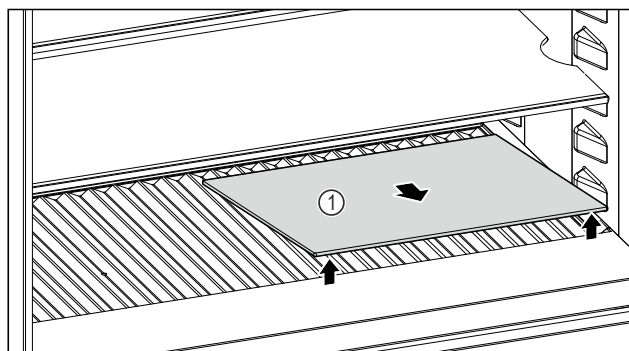

Fig. 254
- Skleněnou desku Fig. 254 (1) zvedněte za vybrání vpředu a vyjměte ji.
- Skleněnou desku Fig. 254 (1) uložte bezpečně mimo spotřebič.